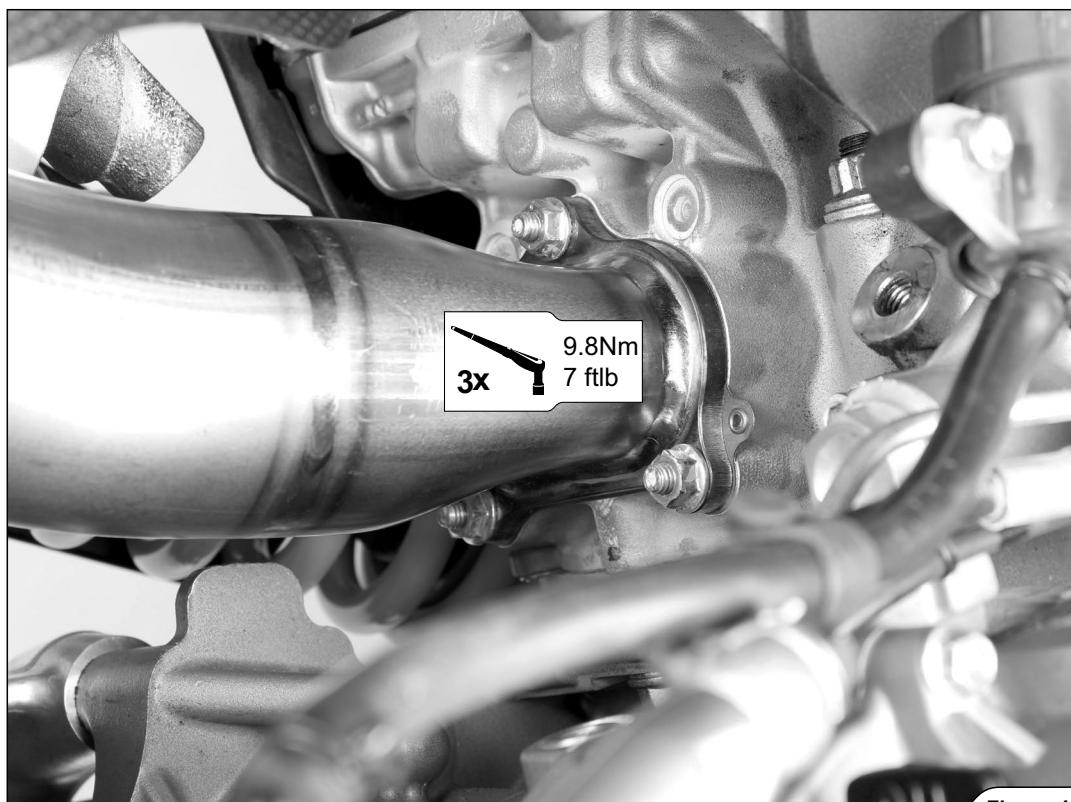

Figure 42
12. 両方のマニホールドを規定のトルクで締め付けます (図 42、43)。